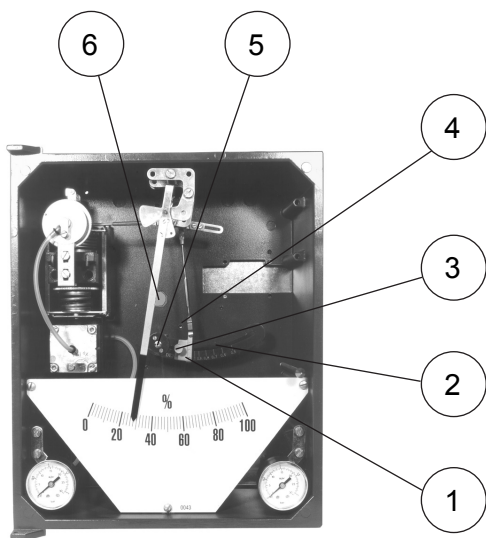
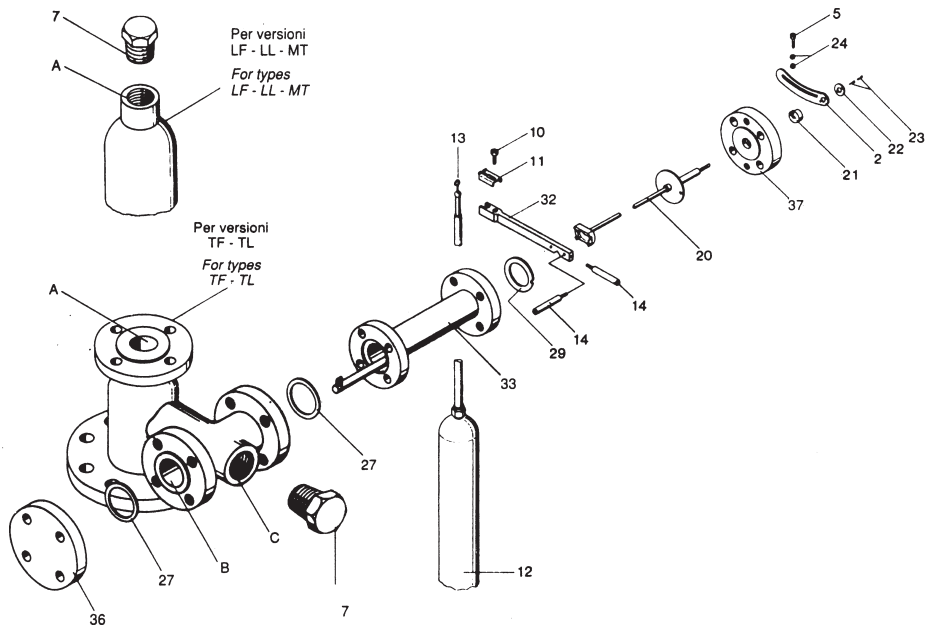

Fig. 5 - Trasmittitore pneumatico modello 8095.
Fig. 8 - Particolare dell'unità sensibile e della testata
Riferirsi alle Fig. 5 o 6 o 7 in funzione del tipo di strumento: trasmettitore o regolatore oppure strumento doppio combinato. Togliere il nastro adesivo od altro fermo che tiene bloccati gli indici. Fissare l'astina (4) che collega il gruppo di movimento dell'indice al cursore (1).
Accertarsi che il dislocatore sia correttamente agganciato all'estremità della leva e libero di muoversi. Per la messa in funzione della parte pneumatica ed eventuali sue verifiche e tarature seguire le istruzioni dettagliate dei manuali citati al paragrafo B. Gli strumenti a spinta idrostatica serie 8000 sono provvisti di dispositivo di correzione in funzione del peso specifico (densità) del liquido che permette la taratura del sistema allo scopo di ottenere una esatta misura del livello anche con liquidi aventi peso specifico diverso da 1 (liquidi più pesanti o più leggeri dell'acqua). Il sistema è costituito da una leva graduata a settore (2) e da un cursore aggiustabile manualmente (1) visibile sulle Fig. 5, 6 e 7. Prima di mettere in funzione lo strumento verificare che il cursore (1) sia sul valore della effettiva densità del liquido.
Refer to Fig. 5 or 6 or 7 according to the instrument type: transmitter, controller or controller plus transmitter (combined instrument).
The adjusting device consists in a graduated sector (2) and an adjustable slide (1) as visible in Fig. 5, 6 and 7.
Riferirsi alle Fig. 5, 6 e 7. Nel caso che si fossero allentate le due viti (23) della rondella (22) che fissa il settore (2) all'estremità libera del tubo di torsione, dopo aver verificato che il dislocatore e l'astina (4) sono attaccati, portare l'indice nero di misura sullo zero della scala e, con il cursore (1) sul peso specifico effettivo e in assenza di liquido, stringere le viti (23).
Reference is made to Fig. 5, 6 and 7. In the event that the two screws (23) of the washer (22), fixing the sector (2) to the torque tube free end, are loosened, as first check whether the displacer and the link (4) are properly hooked, then position the black measuring pointer on the zero of the measuring scale and, with the adjustable slide (1) on the actual specific gravity value and without liquid, tighten the screws (23). For trouble shooting concerning the pneumatic unit please refer to the proper handbook.
Riferirsi alle Fig. 5 o 6 o 7 in funzione del tipo di strumento e al disegno esploso di Fig. 8 e procedere nel modo seguente:
Reference is made to Fig. 5 or 6 or 7, according to the instrument type, and to exploded view of Fig. 8. Proceed as follows: